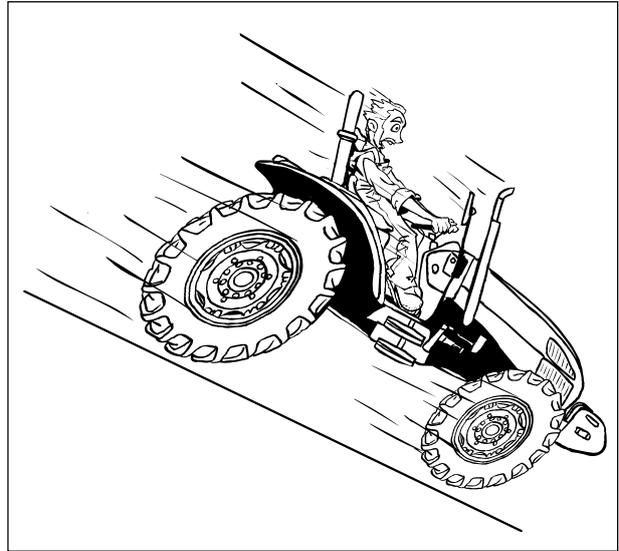

Fig.2-40
- Engate uma velocidade lenta antes de iniciar uma descida ou uma subida (Fig.2-40).
- Mantenha uma velocidade engatada. Nunca efectue uma descida com a embraiagem desengatada ou com a caixa de velocidades no ponto morto (Fig.2-40).